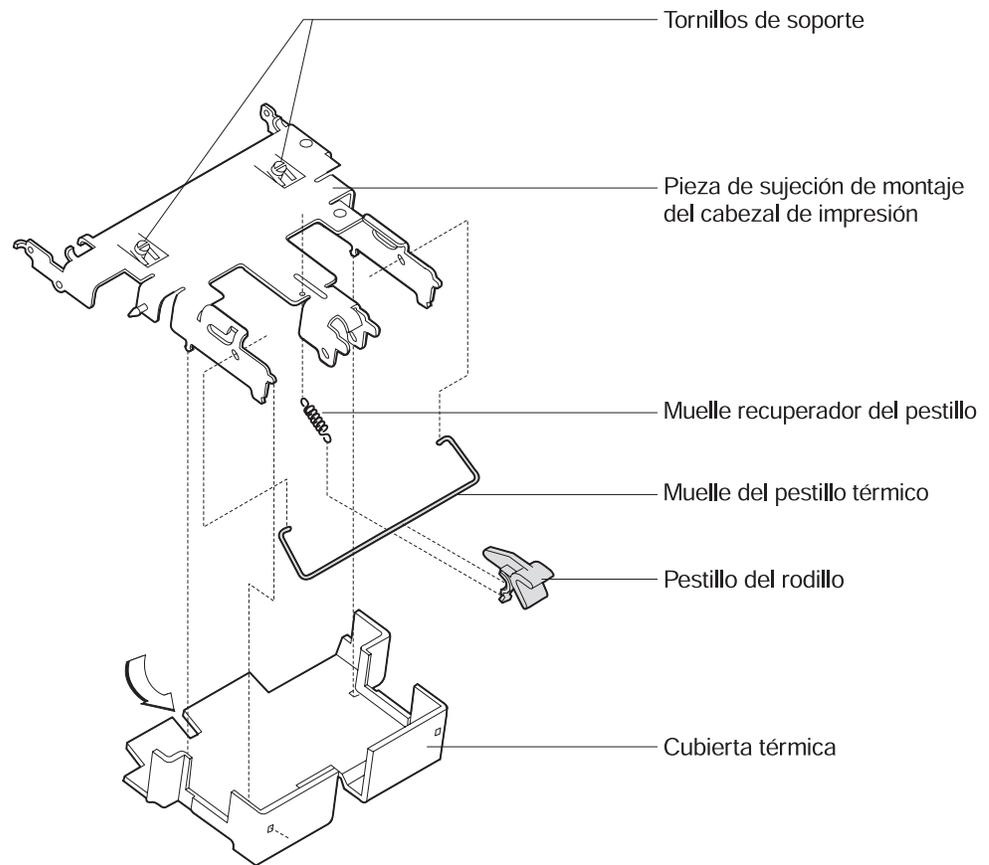

Figura 4-43. Conjunto del pestillo del cabezal de impresión térmica
3. Extraiga la cubierta del cabezal de impresión térmica. Consulte la Figura 4-43 en la página 4-55.
5. Empuje hacia fuera el pestillo del rodillo y extráigalo. Consulte la Figura 4-43 en la página 4-55.